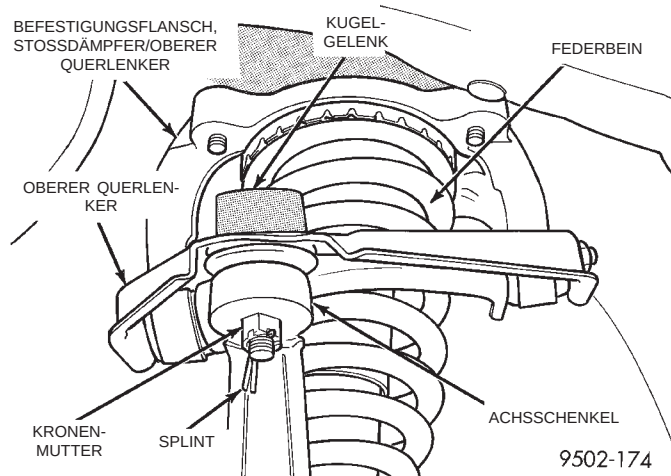

Abb. 12 Befestigung des Gewindebolzens/Kugelgelenks am Achsschenkel
(4) Splint und Kronenmutter (Abb. 12) vom Gewindebolzen des oberen Kugelgelenks am Achsschenkel lösen.
(14) Gewindebolzen des oberen Kugelgelenks in den Achsschenkel einbauen. Kronenmutter auf den Gewindebolzen aufschrauben und mit einem Anzugsmoment von 55 N·m (40 ft. lbs.) festziehen. Splint in den Gewindebolzen einbauen (Abb. 12).